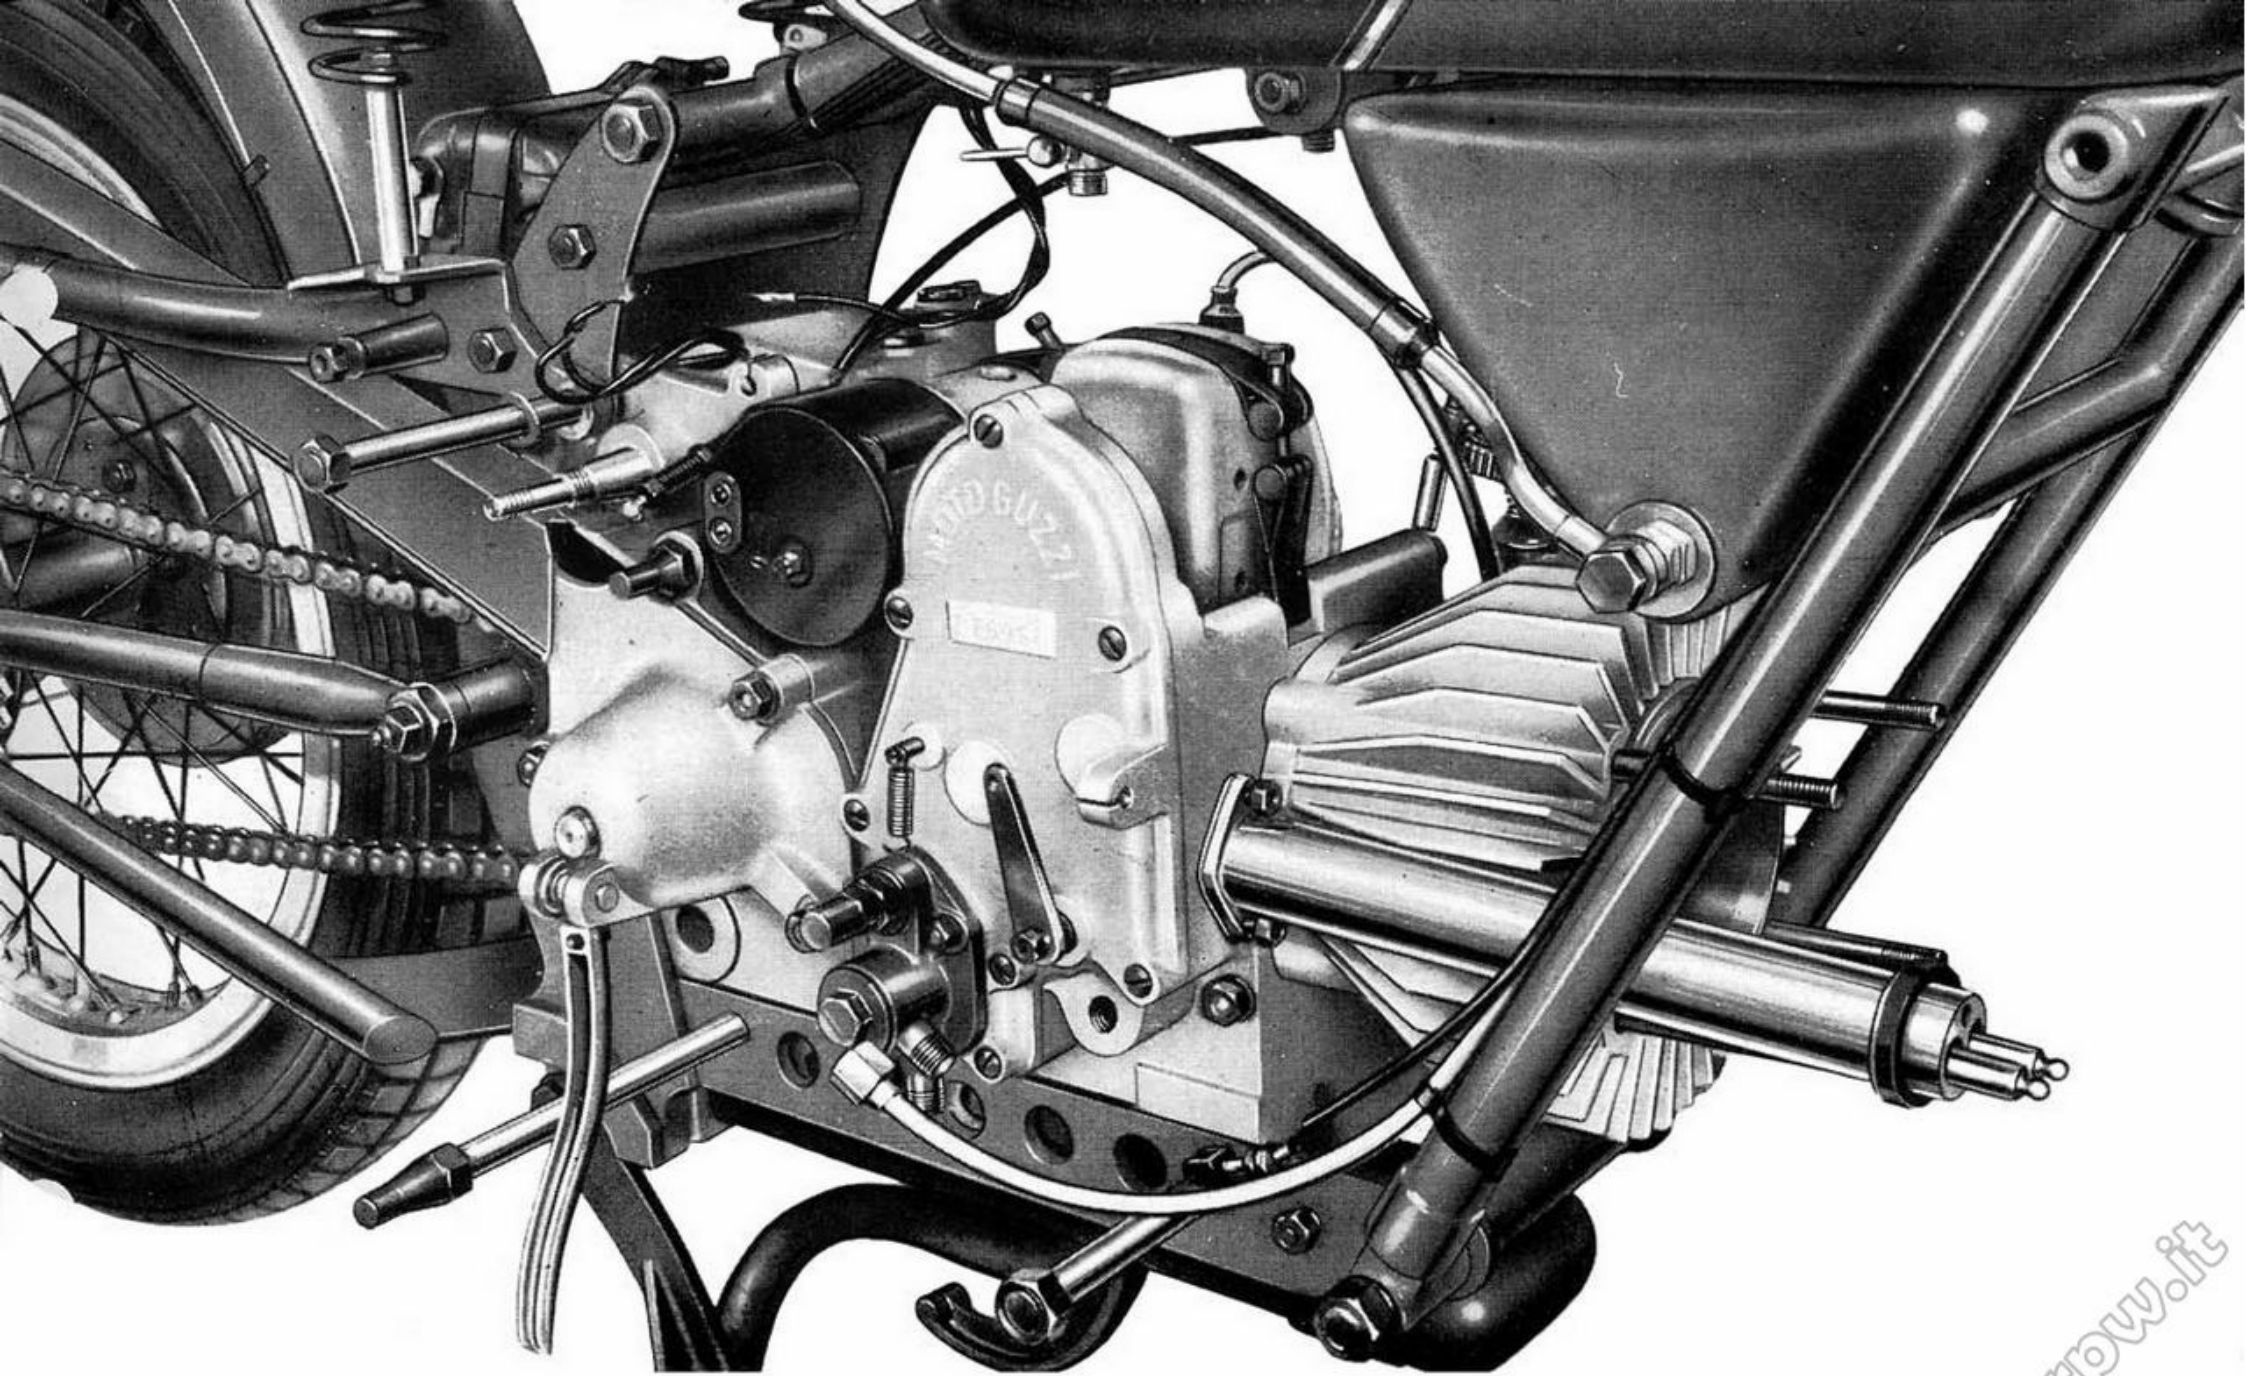

Fig. 7 - Motore pronto da togliere dal telaio, si notino i perni per fissaggio motore parzialmente sfilati 17
– il tubo di immissione dell'olio dal raccordo inferiore della pompa spostando la tubazione in alto per evitare l'uscita dell'olio (vedere fig. 7);